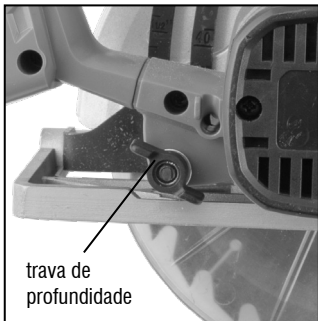

Fig. 6 – Alavanca de travamento de profundidade
- a. Solte a alavanca de travamento de profundidade (Fig. 6).